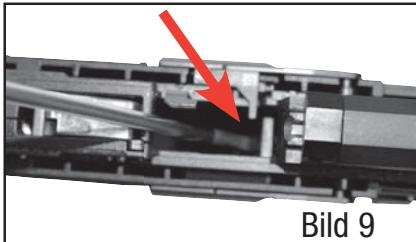

Bild 9
- Die Feder zum Magazinhalter befindet sich im Magazinschacht (Bild 9).